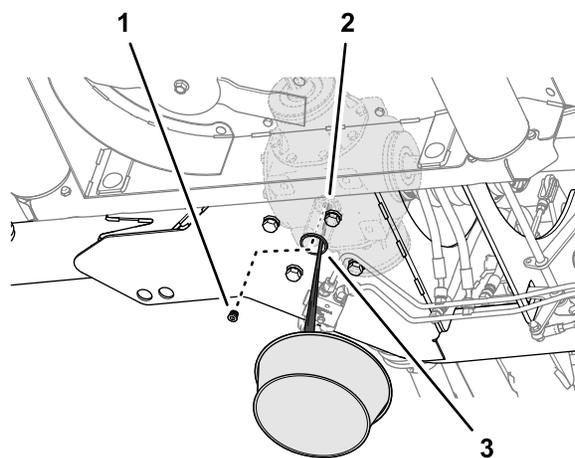

図 60
1. モアの底部フレームプレートにあるアクセス穴の下からドレンの位置を確認し、ドレンの下にオイル受けを置く 図 60。
2. 中央ギアボックスのドレンポートのソケットドレンプラグを外し、出てくるオイルを回収する 図 60。